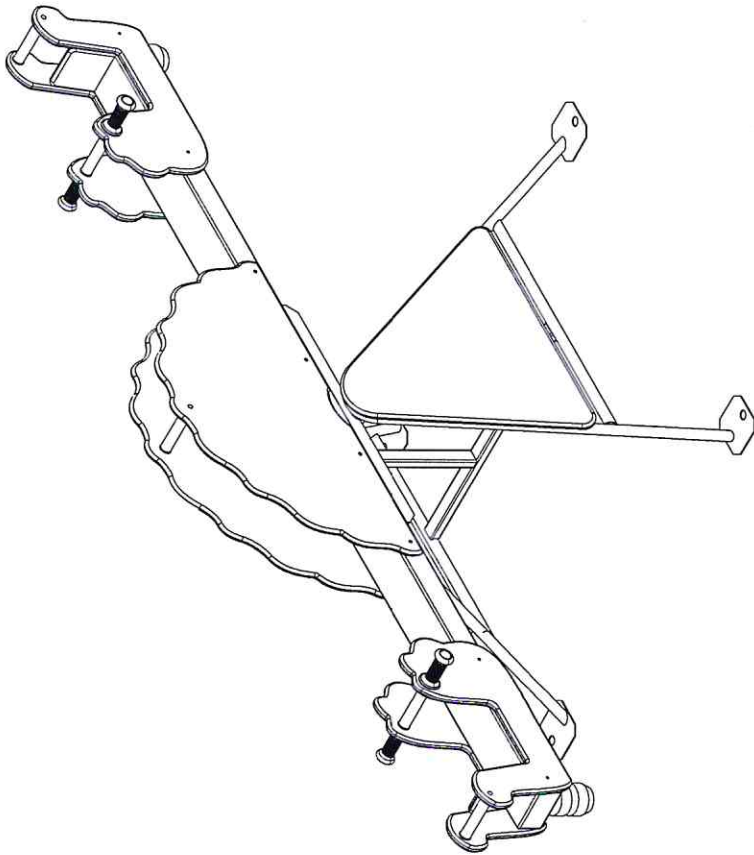

Рисунок 1 - Общий вид изделия
3.1 В состав изделия входят следующие элементы, перечисленные в порядке номеров позиций – см. рисунок 1:
- 4.1 Изделие поставляется в сборе (см. рисунок 1).